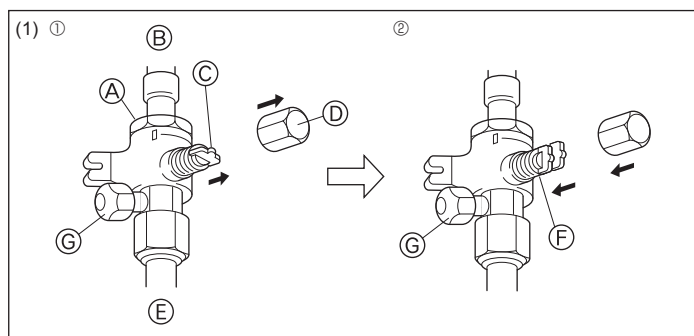
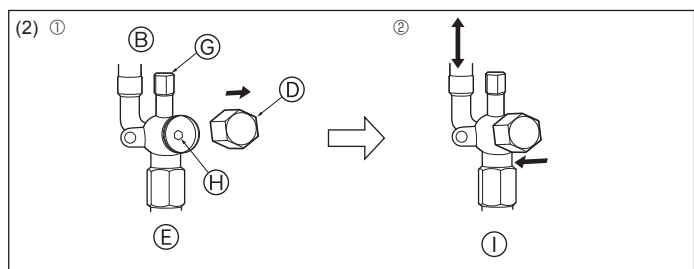

Fig. 4-12
Fig. 4-13
(1) Gasside (Fig. 4-12)
① Afmonter hætten, træk håndtaget hen imod Dem og drej en 1/4 omgang mod uret for at åbne.
② Kontrollér, at stopventilen er helt åben, skub håndtaget ind og drej hætten tilbage til den oprindelige position.
(2) Væskeside (Fig. 4-13)
① Fjern dækslet, og drej ventilspindlen mod uret så langt som muligt vha. en 4 mm sekskantet skruenøgle. Stop med at dreje, når den når stopperen (ø6,35: ca. 4,5 omgang; ø9,52: ca. 10 omgang).